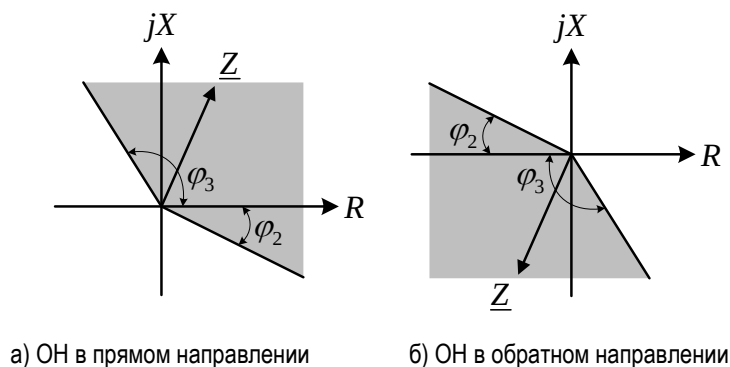

Рисунок 1.2 – Характеристики срабатывания органов направления
1.2.1.13 Выполнение функций направленного РС обеспечивается совместным использованием ненаправленного РС и органов направленности (ОН). Орган направленности представляет собой два отрезка, исходящие из начала координат и расположенные во втором и четвертом квадрантах. Вид характеристики (см. рис. 1.2) определяется углами  $\varphi_2$  и  $\varphi_3$  наклона этих отрезков, отсчитываемых относительно оси  $R$ . Углы наклона характеристики задаются уставками «Ф2 ОН-ФФ(Ф3)» и «Ф3 ОН-ФФ(Ф3)». Уставки органов направленности являются общими для всех ступеней, задаются отдельно для контуров «фаза-фаза» и «фаза-земля». Углы наклона в устройстве задаются для прямонаправленного ОН, а характеристика обратногонаправленного ОН симметрична характеристике прямонаправленного ОН с поворотом на 180 градусов.